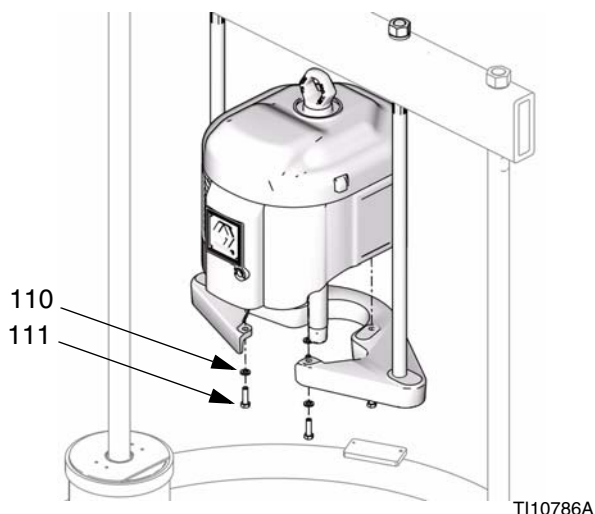

FIG. 25
- b. *Pour les moteurs pneumatiques NXT équipés d'un plateau plus petit (groupes de dosage D200 3 pouces et D200s 6,5 pouces) :* Retirez les vis (111) et les rondelles (110) qui fixent le moteur sur la plaque d'assemblage. Voir FIG. 25.
2. Placez la plaque d'assemblage (109) de façon à ce que le haut du moteur soit dégagé du stabilisateur. Voir FIG. 25. A l'aide d'un appareil de levage, fixez le moteur sur la plaque d'assemblage (109) en utilisant les vis (111) et rondelles (110).